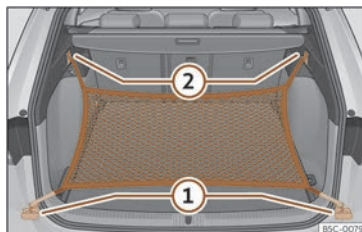

Fig. 187 No maleteiro: argolas ① e ganchos ② para enganchar a bolsa de rede.
- Fixe os ganchos curtos da rede nas argolas de amarre >>> **fig. 187** ① >>> . A cremalleira da bolsa ten que quedar cara arriba.
- Fixe as cintas nos ganchos para colgar bolsas ②.